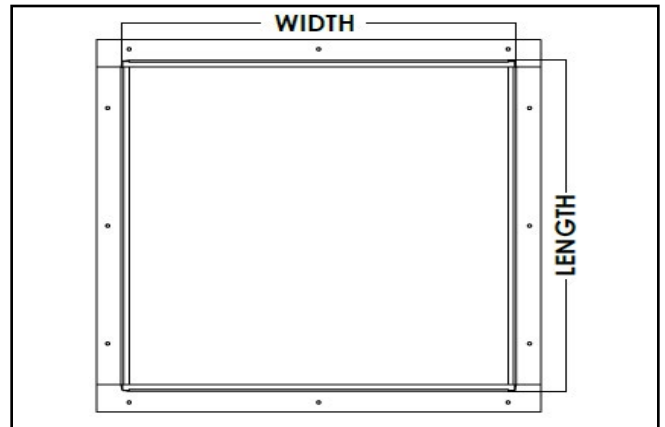

Figura 3.
3. Recorte un orificio en el panel de yeso según las siguientes dimensiones. (Figura 3)